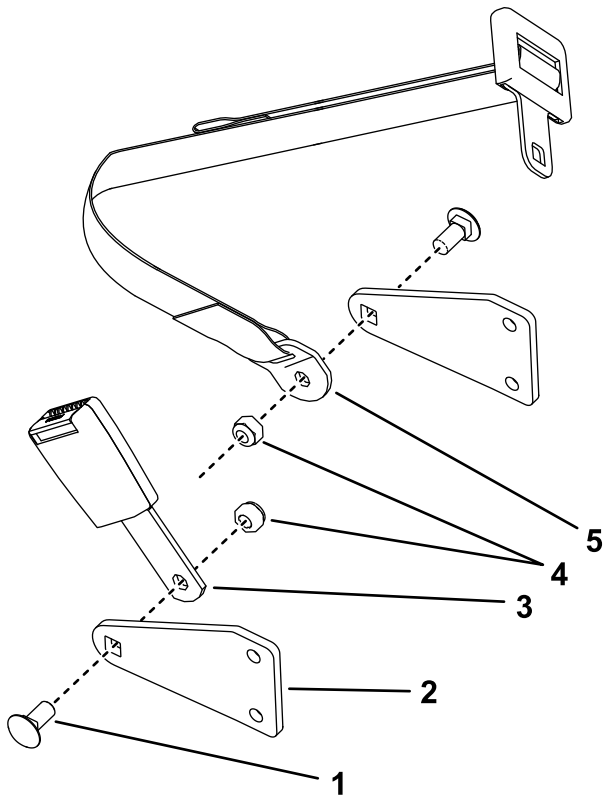

Bild 12
1. Befestigen Sie das Sicherheitsgurtschloss und die Sicherheitsgurtzunge mit zwei Schlossschrauben (7/16" x 1") und zwei Sicherungsmuttern (7/16") an den Sicherheitsgurthalterungen, wie in **Bild 12** dargestellt.